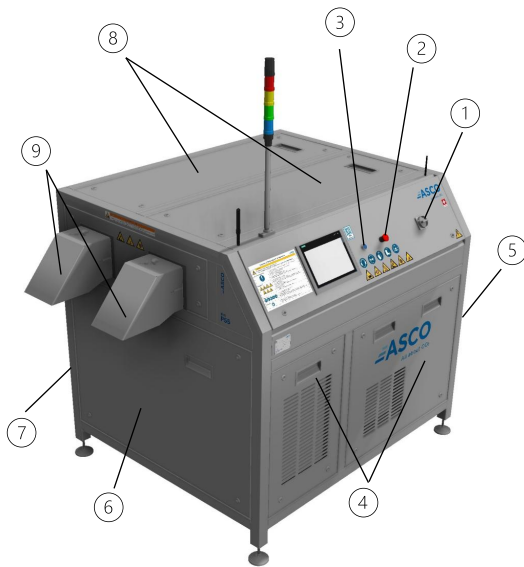

Fig. 3
- Cubiertas de seguridad (fig. 3)